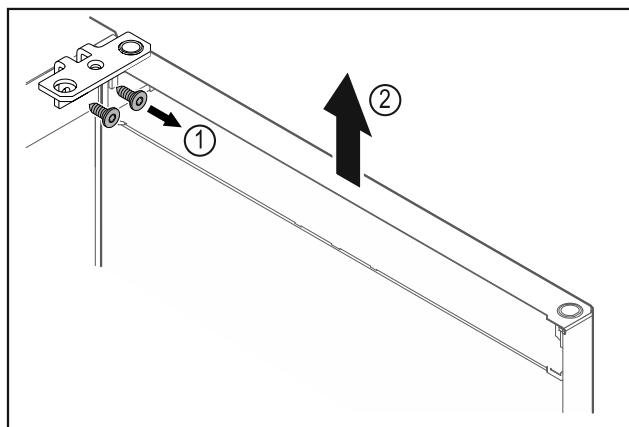

Fig. 9
- Atsukite šarnyrinį kampuotį Fig. 9 (1).
► Duris, įsk. šarnyrinį kampuotį Fig. 9 (2), pakelkite maždaug 200 mm tiesiai į viršų ir nuimkite.